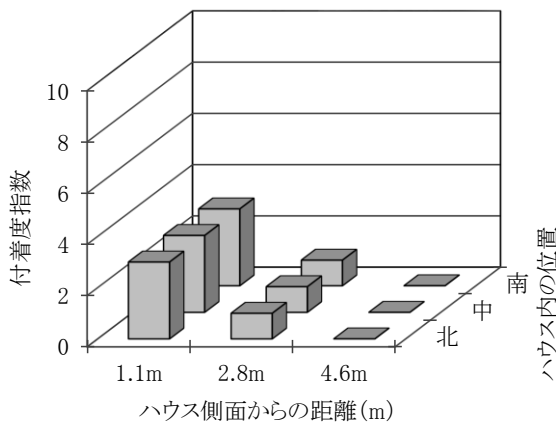

図5 細霧冷房が濡れに及ぼす影響
4. ハウス側面に最も近い栽培ベッドの植物体には、水滴が目視できたが、それより内側の植物ではほとんど確認できない程度であった（図 5）。